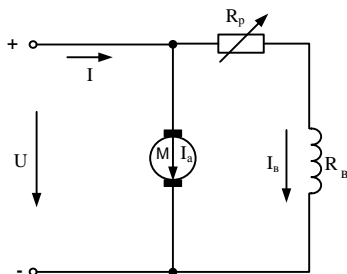

Рис. 2.
5. В цепь обмотки возбуждения шунтового двигателя постоянного тока включен регулировочный реостат R_p (рис.2.). Напряжение питания $U = 220$ В. При токе возбуждения $I_b = 2$ А скорость двигателя $n = 1000$ об/мин. Сопротивление обмотки возбуждения $R_b = 55$ Ом. Найти сопротивление регулировочного реостата, необходимое для изменения скорости в диапазоне от 500 до 2000 об/мин. Магнитный поток возбуждения считать пропорциональным току возбуждения $\Phi_b = kI_b$, падением напряжения на активном сопротивлении обмотки якоря пренебречь.